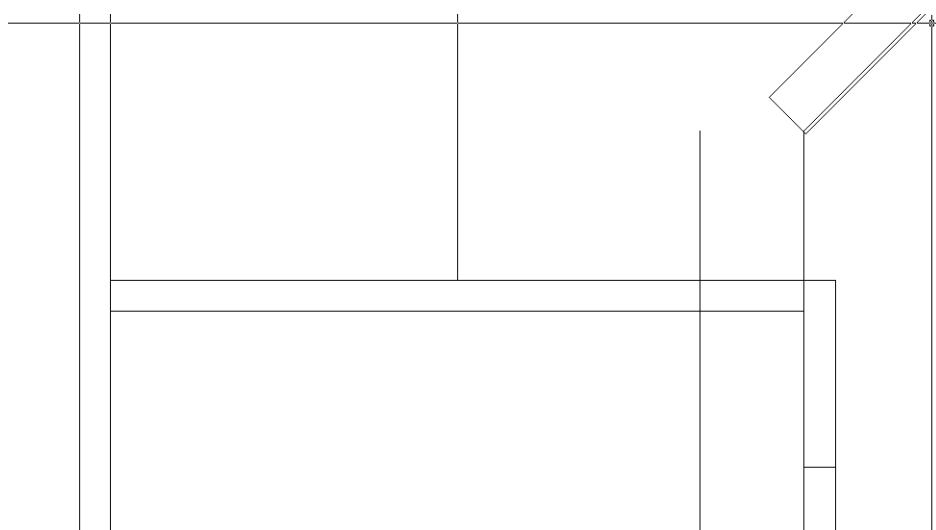

Рис. 5.29 ▶ Для создания чертежей обоих опор достаточно всего одной вспомогательной линии
- После изменения масштаба для выделенного фрагмента, воспользуйтесь инструментом **Подобие** (Offset) для смещения внутрь контура тумбы на 60 мм вертикальной линии, которая обозначает прямолинейный участок нижней угловой полки шириной 400 мм (рис. 5.29). Казалось бы, нам нужно создать еще две вспомогательные линии (одну вертикальную и одну